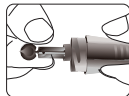

Figura 23
**PASO 2:** Inserte la lanceta estéril en el portalancetas. Ver figura 23.